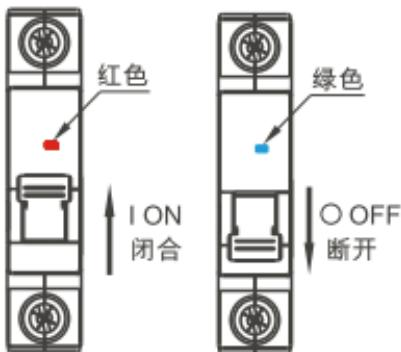

图2 NBDP-63(H)闭合、断开状态指示
5.1 安装使用前先检查断路器标志与所使用的工作条件是否相符；断路器闭合、断开状态指示如下图2